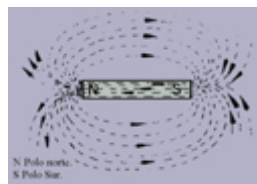

Fig. 6
- **Líneas de fuerza (fig. 6)**